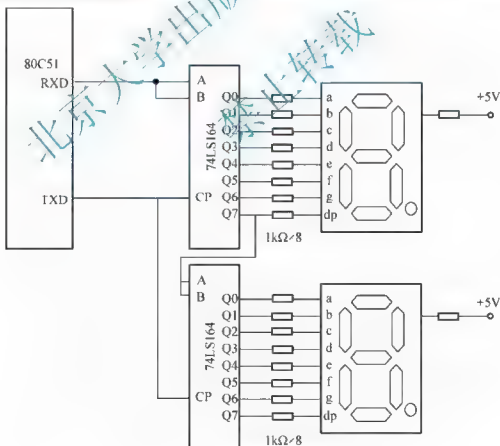

图 4-41 串行口扩展数码管电路图
**例 4.6** 使用串行口扩展数码管显示,电路如图 4-41 所示。74LS164 在这里完成了串/并转换和驱动的双重任务。